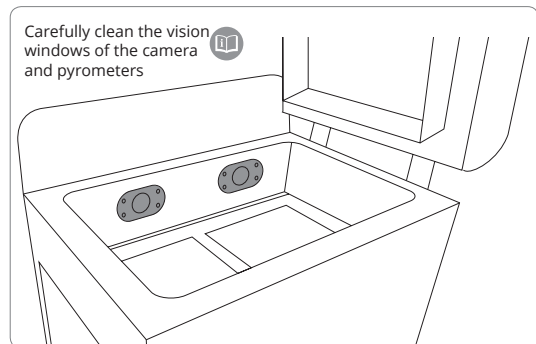

Abbildung 26. Bildschirm Pyrometer-Fenster reinigen.
- Die Meldung "CAREFULLY CLEAN THE VISION WINDOWS OF THE CAMERA AND PYROMETERS" ("SORGFÄLTIG DIE SICHTFENSTER DER KAMERA UND DER PYROMETER REINIGEN") erscheint (Abbildung 26). Verwenden Sie ein weiches, mit Alkohol (Ethanol oder Salicylsäure-Spiritus 2%) getränktes Tuch und reinigen Sie sehr sorgfältig die Fenster des PRINT Bed Pyrometers **32** und des FEED Bed Pyrometers **33**. Wischen Sie beide Fenster trocken.